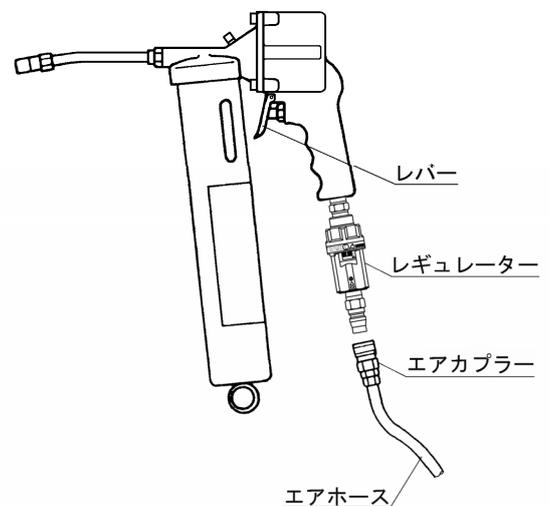

Fig.5
- 2) レギュレーター先端のエア供給口にエアホースを接続し、0.3~0.7 MPa の範囲でレギュレーターを調整してください。（カプラー接続には、PS タイプのエアカプラーを別途用意してください。）（Fig.5）